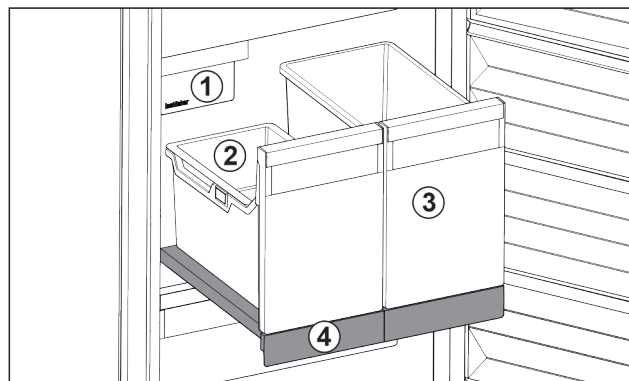

Fig. 17 Wysuwana półka z IceTower
- (1) IceMaker
- (2) Półka zawieszana na kostki lodu
- (3) Pojemnik, np. na pizzę, napoje alkoholowe
- (4) Wysuwana półka
Na wysuwanej półce znajdują się dwa wysokie pojemniki (IceTower). W pojemniku Fig. 17 (2) zbierane i przechowywane są kostki lodu z IceMaker. Pojemnik Fig. 17 (3) nadaje się do przechowywania wysokich artykułów spożywczych, takich jak pizza i napoje alkoholowe.